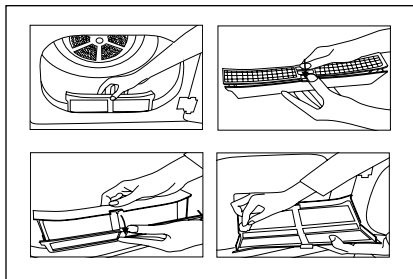

Figure 1
2.a) Si le filtre de la trappe du produit peut être ouvert comme dans le Figure 1, retirez le filtre en le tirant vers le haut et ouvrez le filtre.